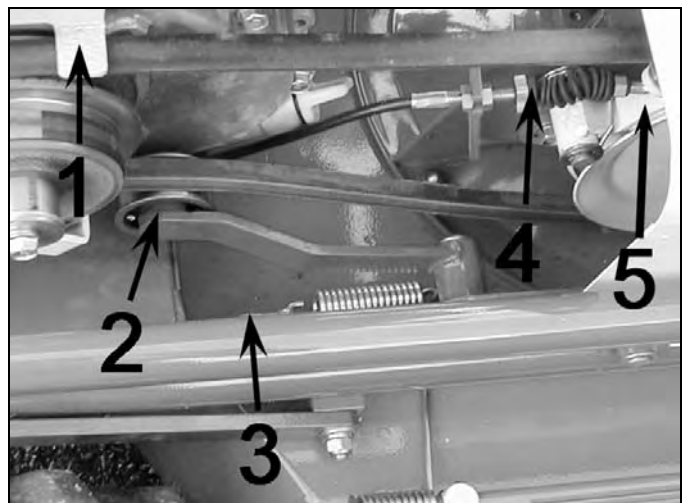

Figura 17
- Premere la cinghia con un dito. La cinghia dovrebbe cedere 10 – 12 mm. Regolare la tensione della cinghia tramite il registro “3” figura 17 o il registro sul cavo vicino alla leva.